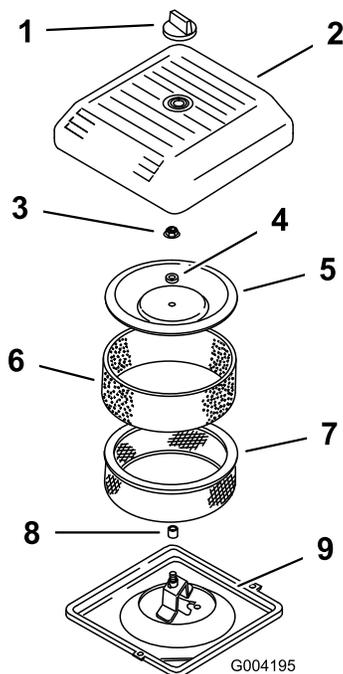

Figure 19
3. Dévissez le bouton et déposez le couvercle du filtre à air (Figure 19).
4. Glissez délicatement le préfiltre en mousse hors de l'élément en papier (Figure 19).
5. Dévissez l'écrou du couvercle et enlevez le couvercle, l'entretoise et l'élément en papier (Figure 19).